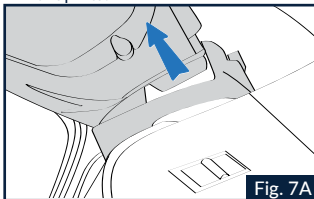
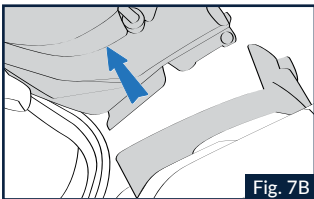

Fig. 7A
Fig. 7B
1.2 Spingere la leva di sgancio del meccanismo laterale sinistro verso il retro ((Fig.6) fino a fine corsa e contemporaneamente spostare la visiera in avanti facendo fuoriuscire prima il gancio superiore "A" (Fig.7A) e poi il gancio inferiore "B" dalle rispettive sedi presenti nel meccanismo laterale stesso (Fig.7B).
2.2 Posizionare la parte laterale sinistra della visiera sul corrispondente meccanismo laterale inserendo il gancio inferiore della visiera nella corrispondente sede presente nel meccanismo (Fig.7B).
2.3 Far ruotare la visiera verso il meccanismo laterale inserendo il gancio superiore "A" nella corrispondente sede presente nel meccanismo laterale stesso in modo che la leva di sgancio arretri e poi torni in posizione agganciando, con un clic, la visiera al meccanismo laterale (Fig.7A).